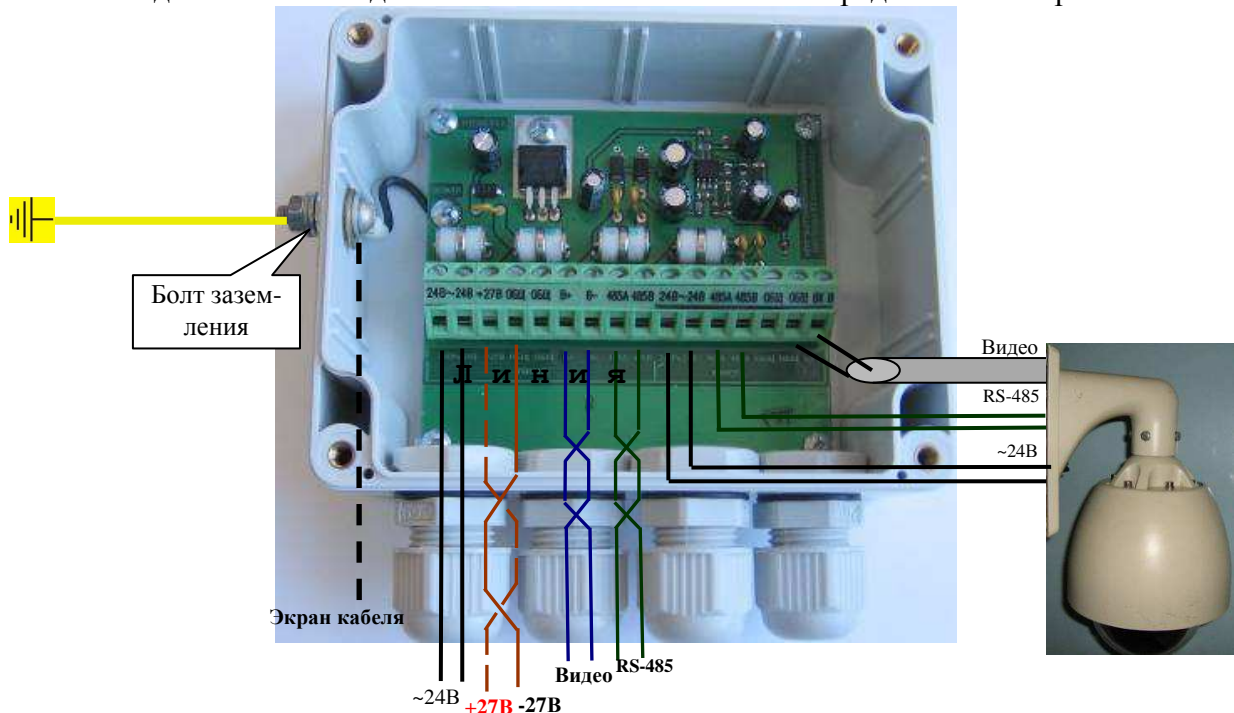

Рисунок 9.16 Подключение кабелей к УППВК.
Подсоедините заземляющий провод к болту заземления, расположенного на боковой стенке УППВК (рис. 9.16).
- **Монтаж проводов от УППВК к ПВК.** Подсоедините (продев через гермоввод) провода питания и видеоканала от ПВК к УППВК как представлено на рис.9.16.
○ **Подсоединение линии связи и питания к УППВК.** Подсоедините провода питания и линии связи (продев через гермовводы) к клеммам «Линия» УППВК (рис. 9.16). Провода из одной пары должны быть подключены к цепям одного функционального назначения.